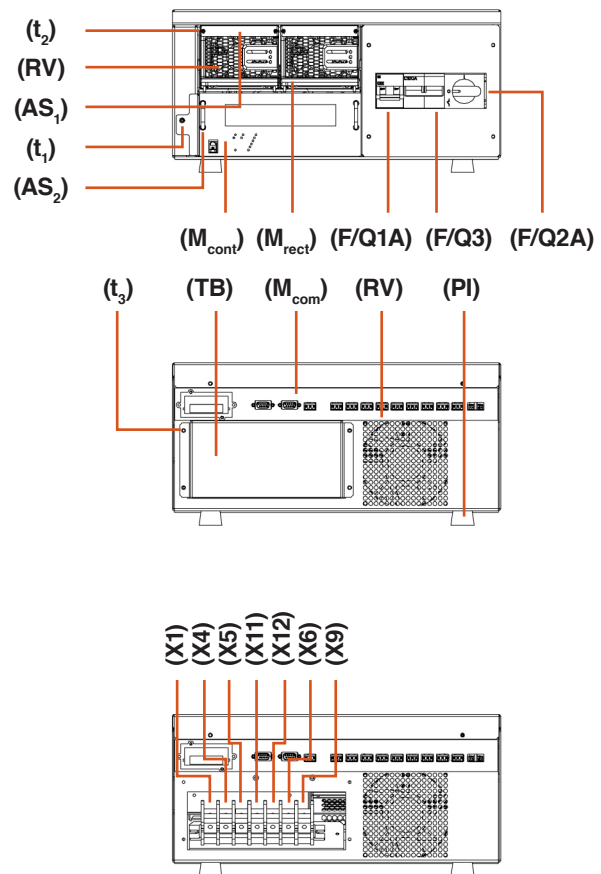

Abb. 3. Vista Kasten auf dem Tisch.
- System in einem Tischgehäuse mit Trennelementen an seinem Boden - Füße- (siehe Abb. 3).